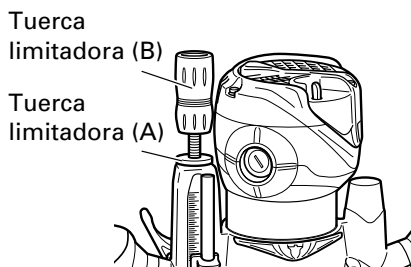

Fig. 6
3. Tuercas limitadora superior (Fig. 6)